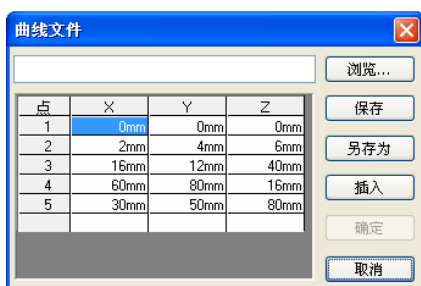

图 3-45 插入的文件及其预览效果
(1) 选择菜单栏中的“插入”→“曲线”→“通过 XYZ 点的曲线”命令，或者单击“曲线”工具栏中的（通过 XYZ 的曲线）按钮，系统弹出的“曲线文件”对话框如图 3-45 所示。
(2) 单击“曲线文件”对话框中的“浏览”按钮，弹出“打开”对话框，查找需要输入的文件名称，然后单击“打开”按钮。
(3) 插入文件后，文件名称显示在“曲线文件”对话框中，并且在图形区中可以预览显示效果，如图 3-45 所示。双击其中的坐标可以修改坐标值，直到满意为止。
(4) 单击“曲线文件”对话框中的“确定”按钮，生成需要的曲线。